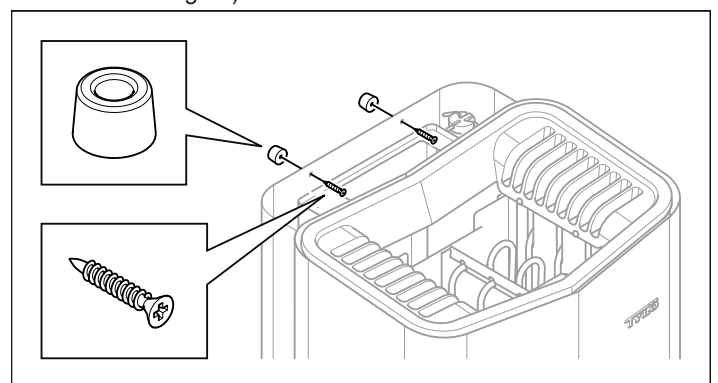

Abb. 12: Abstandhalter befestigen
10. Befestigen Sie Abstandhalter zwischen Heizung und Wand (damit die Heizung nicht herausgehoben werden kann) (siehe Abbildung 12).